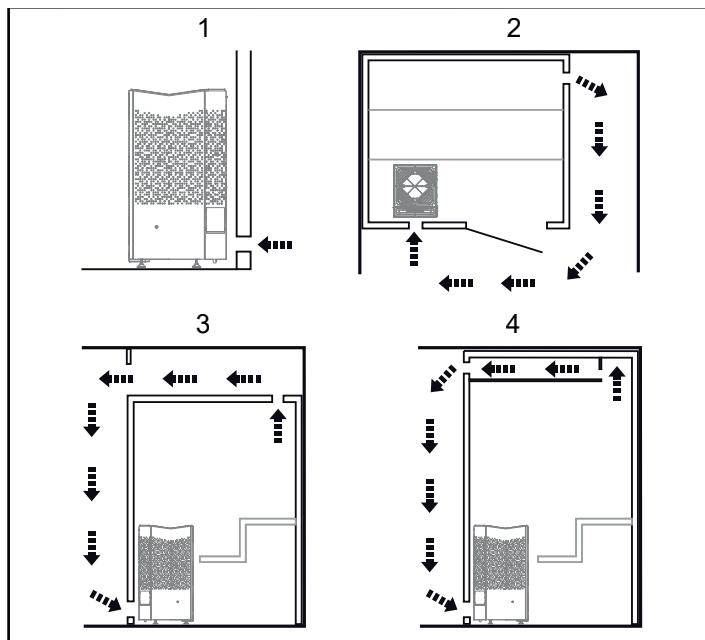

Fig 6: In- och utluftsventilens placering
- Ventilation av bastu ska utföras enligt instruktioner i denna manual (se Avsnittet Inluftsventilens placering, fig 6, Avsnittet Utluftsventilens placering, fig 6).
- Placer inluftsventilen (se Avsnittet Inluftsventilens placering, fig 6).
- Placer utluftsventilen (se Avsnittet Utluftsventilens placering, fig 6).
- med maximalt avstånd till inluftsventilen, t.ex. i diagonal (se Fig 6).
- högt på väggen eller i taket (se Fig 6).